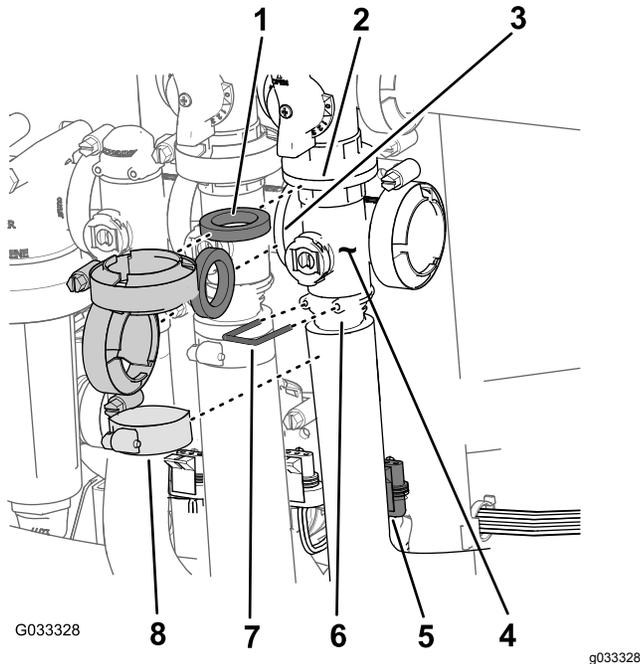

図 66
1. マスターブームバルブ用のマニホールド 図 66 をマスターブームバイパスバルブ、攪拌バルブ、マスターブームマニホールドバルブフローメータ用ホースの端部に固定しているクランプとガスケットを外す。
2. マスターブームバルブ用のマニホールドに出口フィッティングを固定しているリテーナを外す 図 66。